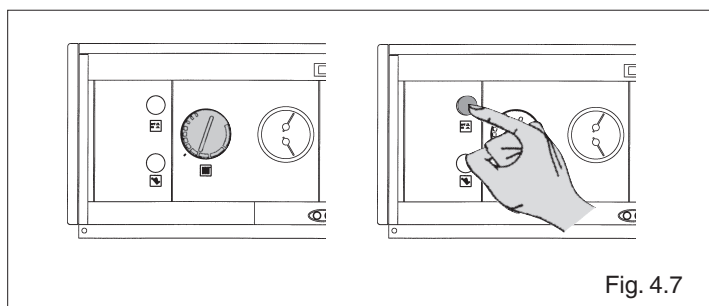

Fig. 4.7
- modificando la taratura del termostato di caldaia (fig. 4.7)
- intervenendo sull'interruttore principale del pannello di comando (fig. 4.7)